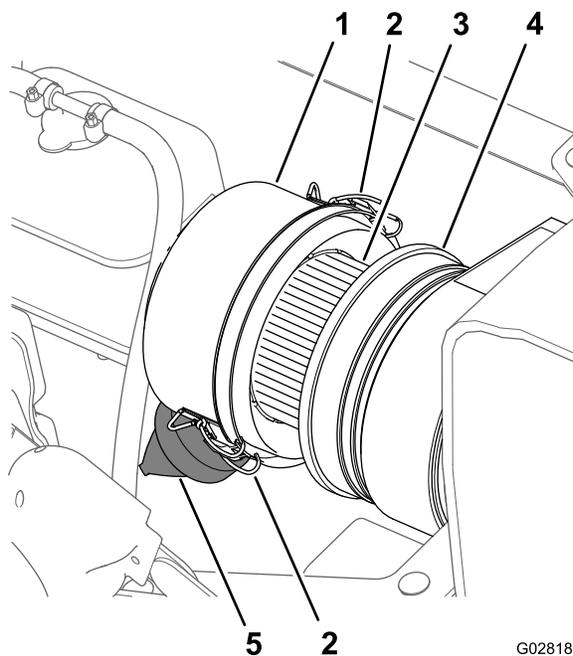

Рисунок 66
3. Очистите пылезащитную крышку и корпус воздухоочистителя (Рисунок 66).
4. Проверьте корпус воздухоочистителя на отсутствие повреждений, которые могли бы вызвать утечку воздуха (Рисунок 66).
5. Сожмите пылезащитный клапан, чтобы очистить его от загрязнений, пыли и мусора (Рисунок 66).
7. Проверьте элемент воздушного фильтра на чрезмерное скопление пыли, загрязнений и мусора (Рисунок 66).
8. Установите пылезащитную крышку на корпус воздухоочистителя и зафиксируйте ее двумя защелками (Рисунок 66).
2. Очистите пылезащитную крышку и корпус воздухоочистителя (Рисунок 66).
клапан влажной тканью (Рисунок 66 и Рисунок 67).